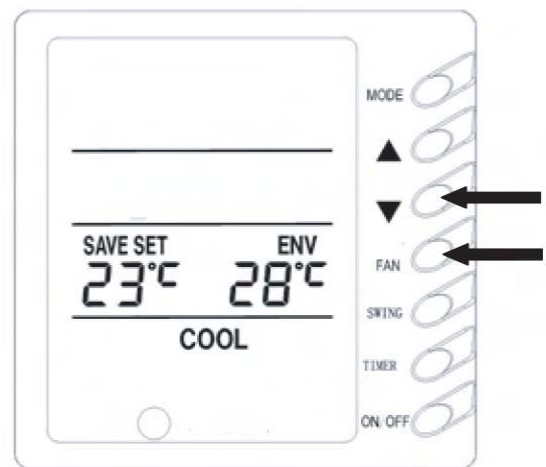

Abb. 9
8) Einstellen des Sparbetriebs (Abb. 9)